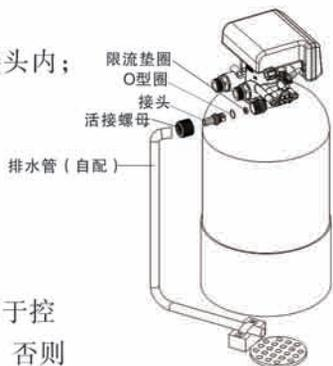

图2
- 如图2所示，将排水限流垫圈放入排水接头内；
- 将排水软管如图2所示固定好；
●绝对不能把排水管与下水道相连，须在二者之间留有一定的空隙（如图2），以防污水被虹吸到水处理器中。